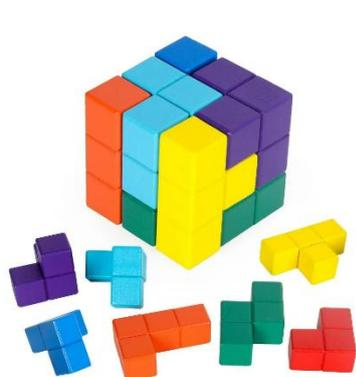
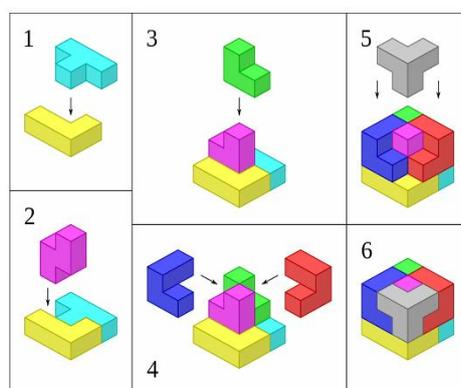

Рисунок 1 – Пример детской игрушки Тетрис-3D
Рисунок 2 – Схема сборки игрушки
- ✓ Модель игрушки Тетрис-3D представляет собой объёмный конструктор из набора фигур разной формы (см. Рисунок 1); каждая фигура составлена из сращенных элементов-кубиков, от 3-х до 4-х в своём составе; фигуры собираются вместе в игрушку кубической формы 3×3 элемента (Рисунок 2);